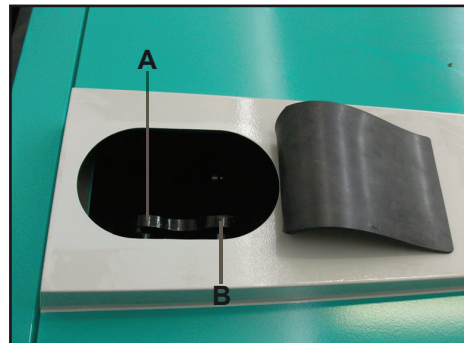
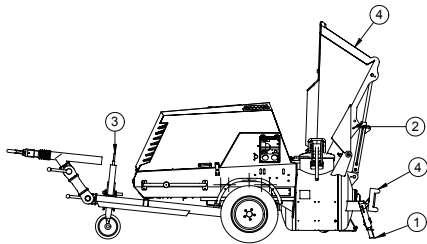

FIG.3
FIG.4
## 8. TRANSPORT (fig.3)
⚠ - La benne doit toujours être bloquée avec l'axe de sécurité (rep. 2, fig.4) avant d'être transportée. Pour soulever la machine, utiliser les points de levage spécialement prévus (fig. 3). Anneau A pour la machine SANS BENNE, anneau B pour la machine AVEC BENNE.
⚠ - Attention ! Pour le levage de la machine, n'utiliser sous aucun prétexte des points d'accrochage différents de ceux indiqués sur la figure 3.
**9. INSTALLATION (fig.4)**